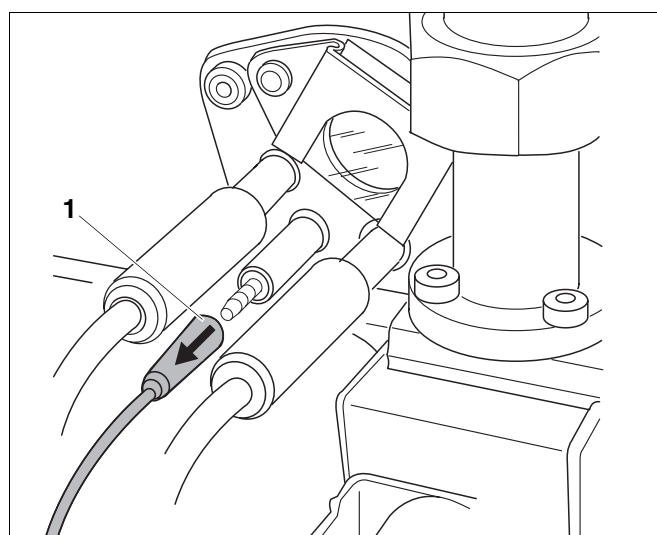

Abb. 34 Flammenüberwachung prüfen; Ionisationskabel am Stecker von Ionisationselektrode abziehen
- Ionisationskabel am Stecker von Ionisationselektrode bei laufendem Brenner abziehen (Abb. 34, **Pos. 1**). Der Brenner muss auf Störung gehen!